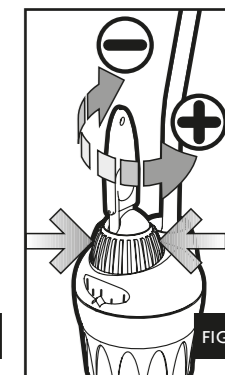

FIG. 6
- d. Hold the control knob (blue) with one hand so that the scale indicator does not move from the value of temperature you want to have and rotate the post-calibration knob (orange) toward + if the value of temperature you measured is lower than the one on the scale, or toward - in case the temperature you measured exceeds the one you have set (fig. 6). There are 6 preset positions, 3 toward + and 3 toward -. Each position corresponds to about 1°C. So if you have set a temperature of 24°C and you measure 22°C just turn the post calibration knob 2 steps toward +.
- d. Tenir le bouton de réglage principal (bleu) avec une main pour éviter à l'échelle de se déplacer de celle-là déjà fixée sur le point de repère et tourner le bouton de post-calibrage (orange) vers + si la valeur de la température que vous avez mesurée est plus basse de celle-là indiquée en correspondance du point de repère, ou vers - en cas la température mesurée est supérieure à celle indiquée par le point de repère (fig. 6). Le bouton de post-étalonnage peut être réglé sur 6 diverses positions, 3 vers le + et 3 vers le -. Chaque position correspond à peu près à 1°C. Si on a réglé le chauffe-eau sur une température de 24° et on mesure 22°C, il suffit de tourner le bouton de post-étalonnage 2 positions vers +.
- d. houd de blauwe draai-regelaar vast op de ingestelde waarde en draai de oranje draaiknop ten op + of - afhankelijk van het gemeten temperatuur (afb. 6). In elk richting (+ en -) kan maximaal tot 3 graden worden afge. 6). In elk richting (+ en -) kan maximaal tot 3 graden worden aangepast. Dat kan in drie stappen van elk 1 graad Celsius. Er is een voelbare click bij het bereiken van elk stap. Is het thermostaat bij voorbeeld ingesteld op 24 graden en er worden maar 22 graden gemeten houd u de blauwe regelaar op 24 graden vast, terwijl u de oranje draaiknop om 2 posities tegen u draait. Een ijken kan alleen binnen een band van zes graden gebeuren, 3°C naar + en 3°C naar -. PROBEER ER NOOIT VERDER DAN DREI STAPPEN IN EEN RICHTING TE DRAAIEN!
- d. Mantenga el botón de regulación principal (azul) con una mano para evitar que a la escala que se desplace de la ya fijada en el punto que marca y girar el botón de post calibración (naranja) hacia + si el valor de la temperatura que ha medido es más baja que la que se indica en el punto de referencia, o hacia - en el caso en que la temperatura obtenida sea superior a la indicada en el punto de referencia (fig. 6). El botón post-calibración se puede regular sobre 6 posiciones diferentes, 3 hacia el + y 3 hacia el -. Cada posición corresponde más o menos a 1°C. Si el termocalentador se ha regulado sobre una temperatura de 24° y se ha obtenido una temperatura de 22°C, basta con girar el botón de post-calibración 2 posiciones hacia +.